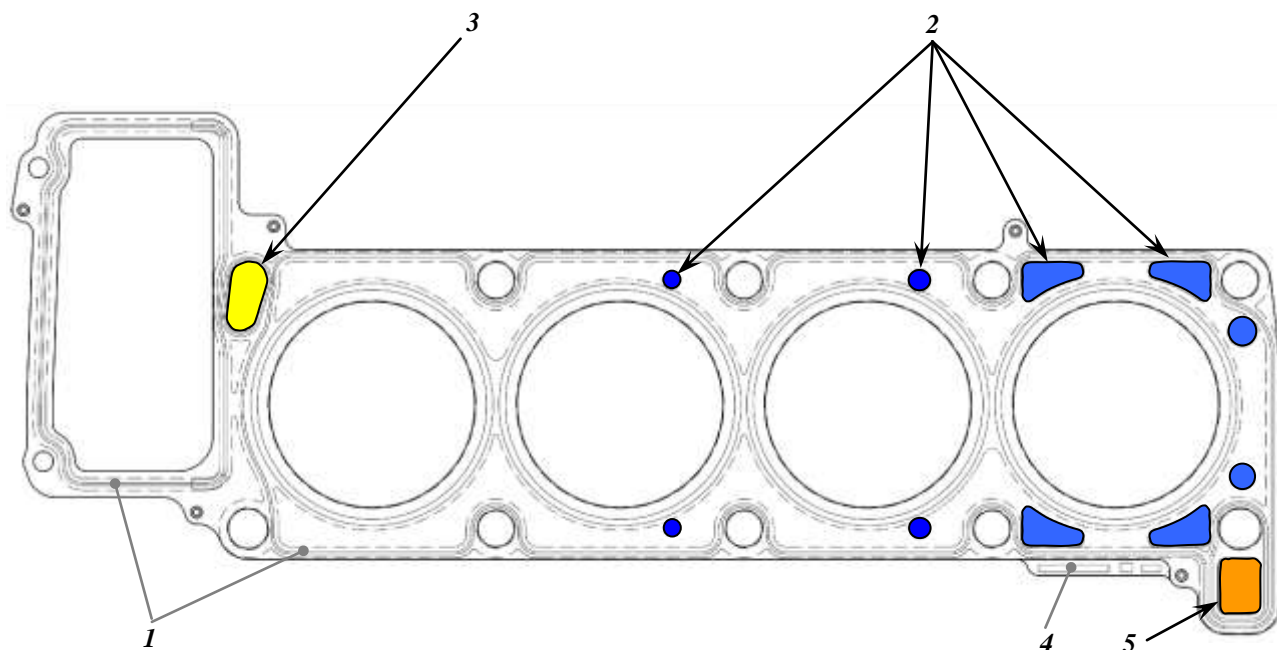

Рис.12. Прокладка головки цилиндров:
**Прокладка головки цилиндров (рис.12)** – стальная, трехслойная, с уплотняющим покрытием 1 в виде рисунка по периметрам окон цилиндров, каналов охлаждения 2 и смазки 3 и 5. Толщина прокладки 1,02 мм.